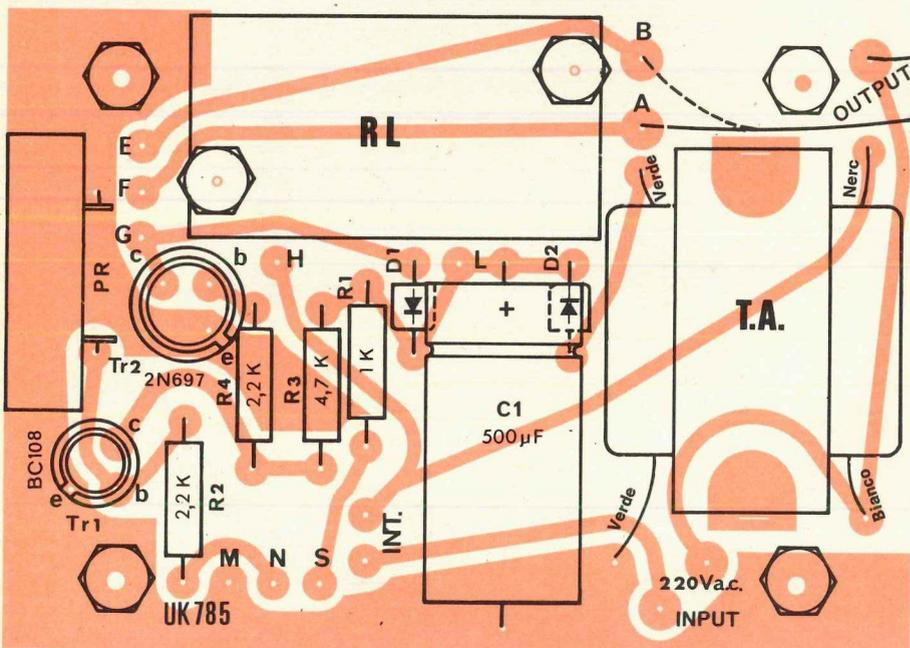

Fig. 2 - Disposizione dei componenti dell'interruttore crepuscolare sul circuito stampato.
In fig. 2 al fine di facilitare l'esecuzione dell'intero cablaggio è riportato un assieme di montaggio dei componenti con una vista serigrafica della bassetta a circuito stampato.
- Montare il condensatore C1 rispettandone la giusta polarità come è chiaramente indicato in fig. 2.
- Collegare ai punti L e G (fig. 2) cm 5 di filo nero, al punto H cm 3 di filo verde, al punto F cm 5 di filo bianco, al punto E cm 4 di filo rosso.